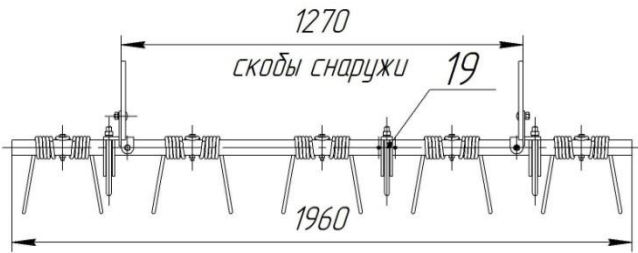

Рис. 4.12.4. Борона левого крыла ПК-8,5
4.12.3. Бороны центральной и крыловых рам на ПК-9,7 идентичны между собой (две правые и две левые), и имеют по шесть пружинных зубьев. На ПК-8,5 крыловые бороны имеют по пять зубьев. При установке борон обратите внимание, что штифты 19 должны быть расположены ближе к центру посевного комплекса (см. рис. 4.12.4 – 4.12.6). См. рис. 4.12.1 – на левых боронах скобы 8 и кронштейны 6 и ба расположены снаружи рычагов, а на правых – внутри.